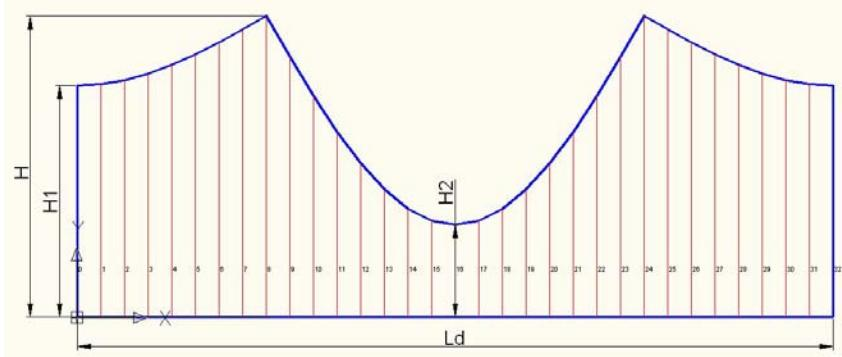
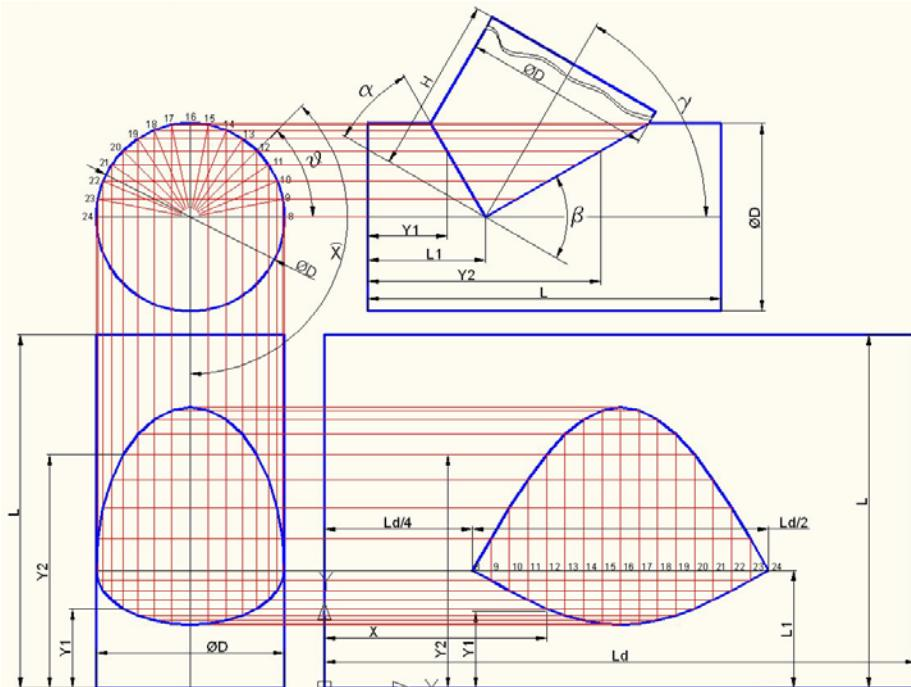

Figura 4.5.3
Figura 4.5.4
Desfășurata elementului 2, figura 4.5.3, reprezintă desfășurata intersecției unui cilindru de diametru D și înălțime H intersectat de două plane care se intersectează pe axa de simetrie a cilindrului (vezi aplicația 4.3), desfășurată calculabilă prin relațiile 4.3.1 ÷ 4.3.9, unde unghiul $\alpha = \gamma/2$, iar unghiul $\beta = 90 - \gamma/2$, figura 4.5.4.
- ϑ parametru unghiular pentru care se calculează coordonatele desfăşurării elementului 1, este definit prin relația 4.5.2, figura 4.5.4;
- X_i reprezintă abscisa desfăşurării, iar Y_{1i} respectiv Y_{2i} reprezintă ordonatele desfăşurării elementului 1, coordonata X fiind considerată în raport cu originea sistemului de referință plasat în colțul stânga jos a desfăşurării, figura 4.5.4;
- N reprezintă numărul de puncte impus pentru un sfert din cercul de diametru D în care se calculează coordonatele ambelor desfăşurate; pentru calculul desfăşurării elementului 2 cercul de diametru D se împarte în $4xN/360^\circ$ puncte, figura 4.3.3, iar pentru calculul desfăşurării elementului 1 în $2xN/180^\circ$ puncte, definite prin parametrul unghiular ϑ , figura 4.5.4.